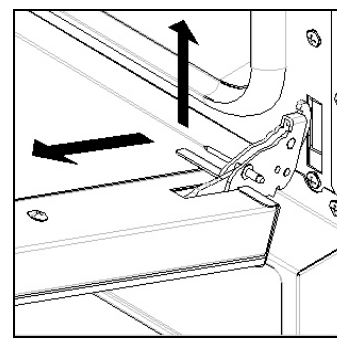

Fig. 4
- Soulever légèrement la porte et l'enlever (Fig. 4);